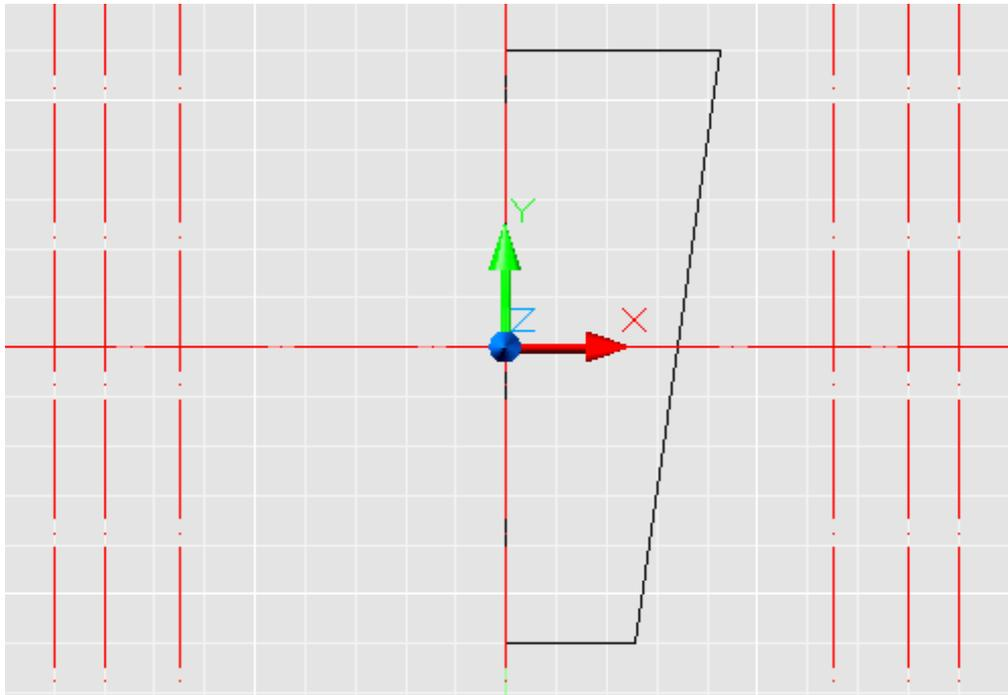

Рис.3
3. Для начала построения усеченного конуса нам требуется создать первый слой. Чтоб в дальнейшем он не мешал построению других элементов детали. Выбираем команду , и в появившемся окне вписываем название слоя «внешний усеченный конус» и вводим все параметры этого слоя. Затем в основном слое проводим вспомогательные линии для получения внешнего конуса. Выбираем команду  и затем от оси x вверх и вниз проводим линии на определенное расстояние. 0,60; 42.5,60; 25.5 -60. Затем с помощью команды **PLINE** соединяем полученные точки и получаем замкнутый контур половины усеченного конуса. Затем удаляем все лишние линии. (см. рис.3)